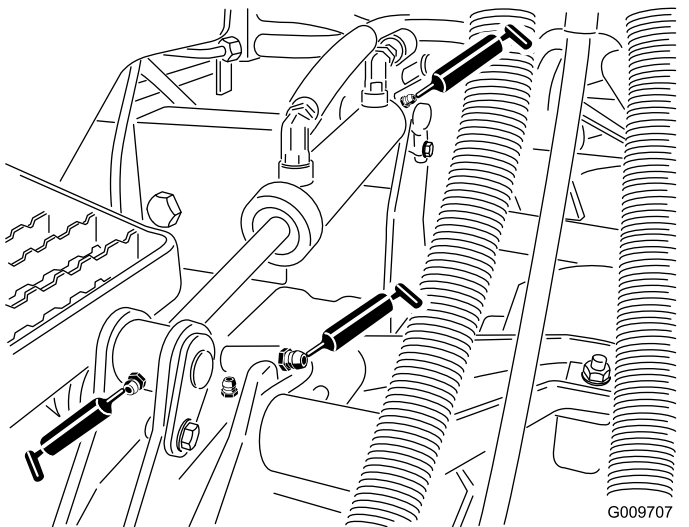

図 38
- 図 38に示す、昇降アームのブッシュカッティングユニット 1 台に 1 ヶ所
- 図 38に示す、昇降シリンダのブッシュカッティングユニット 1 台に 2 ヶ所